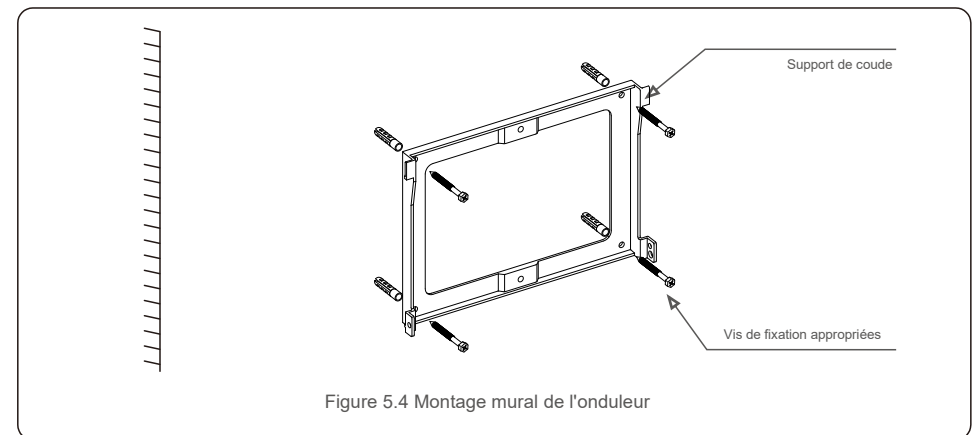

Figure 5.4 Montage mural de l'onduleur
Reportez-vous aux figures 5.4 et 5.5. L'onduleur doit être monté verticalement. Les étapes de montage de l'onduleur sont les suivantes :
1. Reportez-vous à la figure 5.4. Effectuez des trous pour les chevilles en fonction du diamètre du trou du support (Fisher HJ0108 10*50mm tubulaire extensible pour vis taraudeuses à tête hexagonale creuse ST6.3*60), en utilisant un perceur à percussion avec un foret de 10 mm. Les trous doivent être bien perpendiculaires au mur. La profondeur de perçage des est de 60 mm.